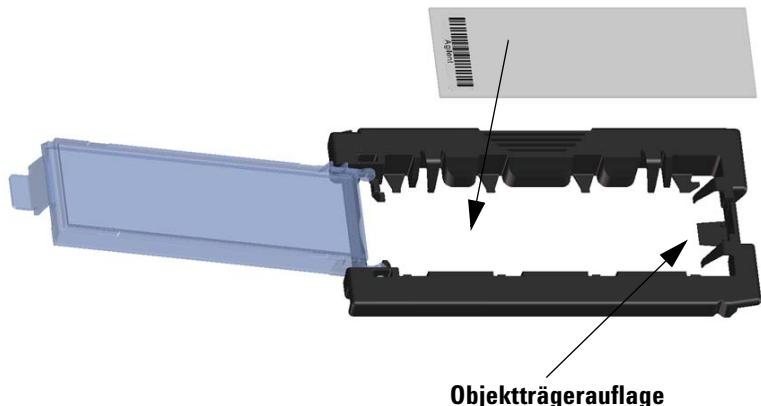

Abbildung 39 Einlegen des Objektträgers in den Objektträgerhalter
- c** Platzieren Sie das Ende des Objektträgers, an dem sich der Strichcode nicht befindet, vorsichtig auf der Objektträgerauflage. Siehe Abbildung 39.